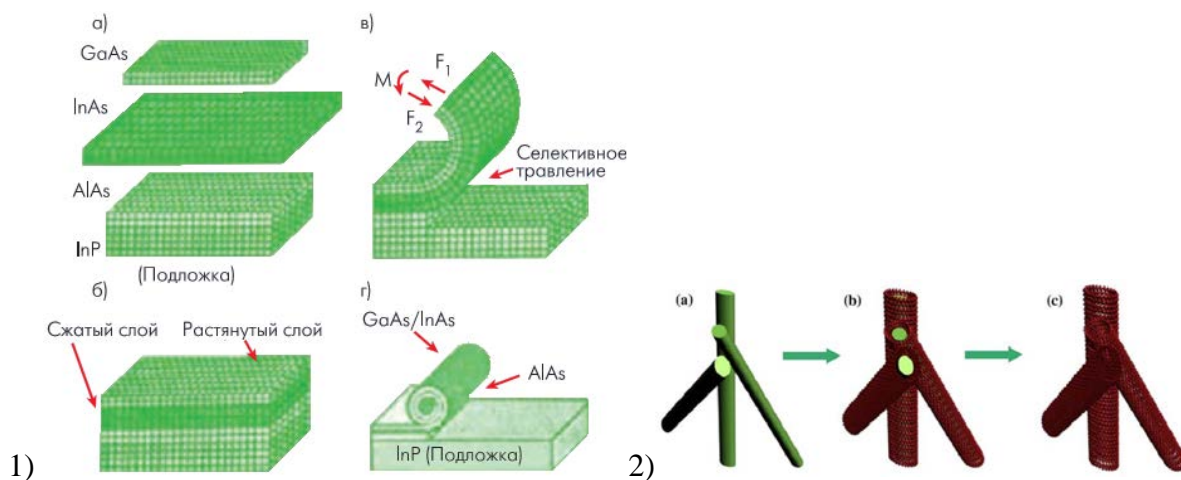

Рис. 1. 1) Метод самосворачивания. 2) Термоокисление основы: (а) вискер CuSe, (б) образование на поверхности оболочки CuO, (с) формирование полой структуры.
4. (2 балла) В качестве ответа рассматриваются любые разумные предположения. Например, получение супергидрофобной поверхности (Рис. 1а), получение структурированного оксидного катализатора (после прокаливания), или обладающей каталитической активностью меди (после восстановления).